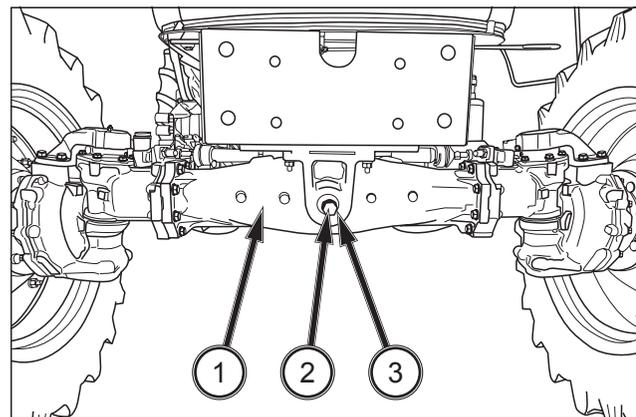

FIG. 185
**FIG. 185 :** Le jeu avant-arrière de l'essieu moteur avant (1) dans son support doit être compris entre 0,1 et 0,3 mm. Le jeu axial se mesure avec l'essieu soulevé du sol.